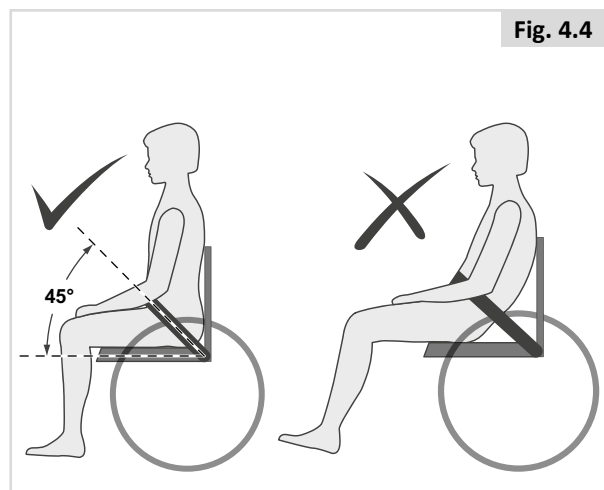

Fig. 4.4
- Normalmente, o cinto pélvico deve ser fixado de modo a que o cinto fique num ângulo aproximado de 45 graus (Fig. 4.4), e que, quando corretamente ajustado, impeça que o utilizador caia do assento.